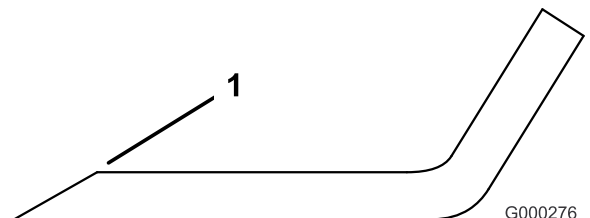

Figura 101
- Affilate i taglienti da entrambe le estremità della lama con una lima (Figura 101).